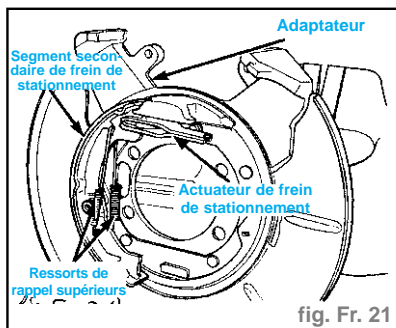

fig. Fr. 21
- Déposer les ressorts supérieurs de rappel segment secondaire (fig. Fr. 21).
- Poser les ressorts supérieurs de rappel sur le segment secondaire (Fig. Fr. 21).